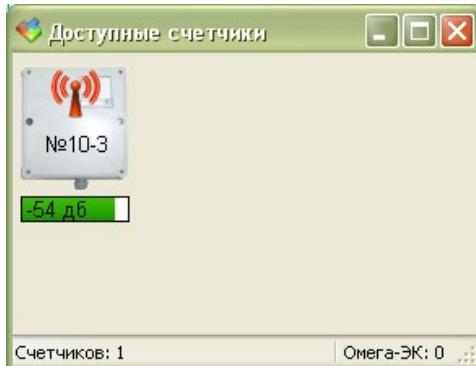

Рисунок 34 - Ожидание сеанса обмена с блоком по радиоканалу
2) Нажать на кнопку «ОК» для начала процесса записи параметров в БРК-К (рисунок 34).
2) После ввода нажать кнопку «Записать» для начала процесса записи параметров в БРК-К (рисунок 34).